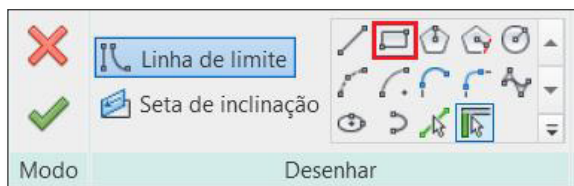

Figura 51 – Ajuste de opções para a inserir a parede cortina.
3. Na aba "Modificar | Criar perímetro do telhado", painel "Desenhar", clique no botão "Retângulo" para desenhar o contorno da projeção do telhado na planta (Figura 51);